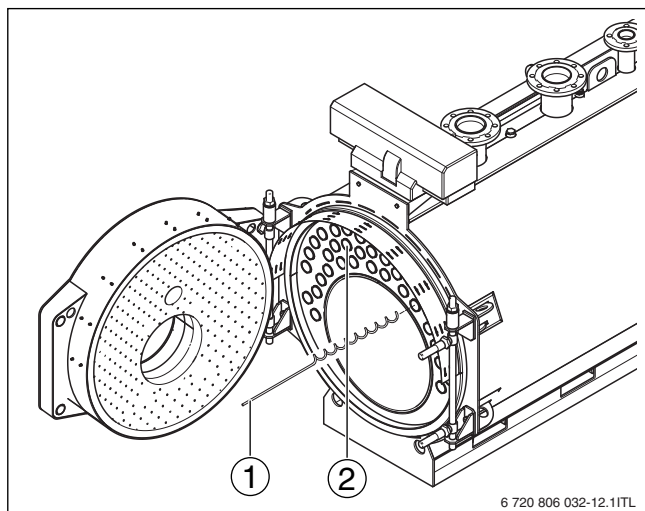

Рис. 31 Корректировка предварительного напряжения турбуляторов
- ▶ Задвиньте турбуляторы (→ рис. 31, [1]) в трубы дополнительных поверхностей нагрева (→ рис. 31, [2]).